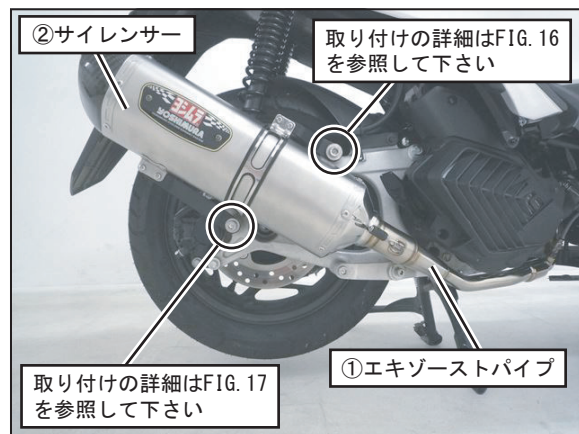

FIG. 15
11. 車両に⑪キャップボルトM10×50P1.25を使用して⑥サイレンサーステー#1を仮締めして下さい。次に、車両に⑩キャップボルトM10×35P1.25、⑭平ワッシャM10×22を使用して⑦サイレンサーステー#2を仮締めして下さい。(FIG. 15, 16, 17参照)